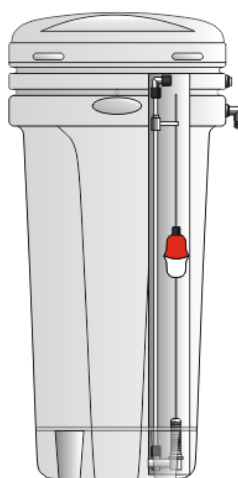

Рис. 5 Элементы солевого бака
Рядом располагается реагентный бак (7), для приготовления раствора поваренной соли, который сообщается с блоком управления гибкой трубкой. В баке установлена перфорированная труба – колодец – в которой располагается солезборный клапан. На дне солевого бака имеется перфорированная платформа на ножках – лжеднище (Рис. 5).